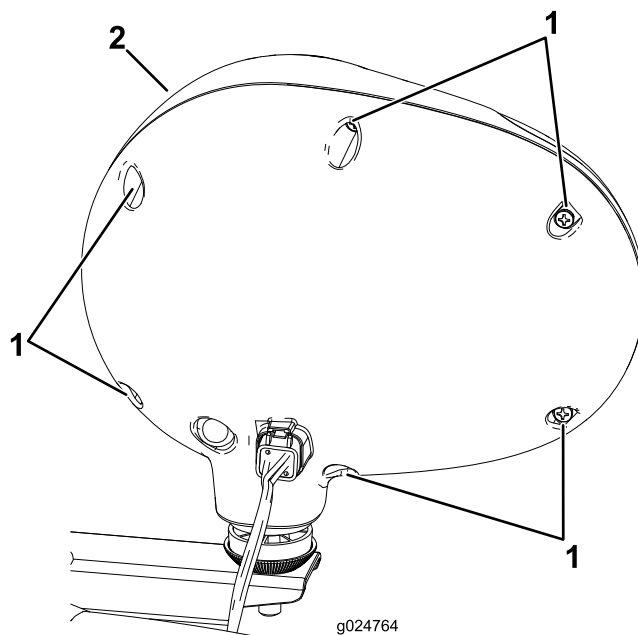

Figura 69
2. Retire os 6 parafusos que prendem o farol (Figura 69).
3. Retire a cobertura do farol (Figura 69).